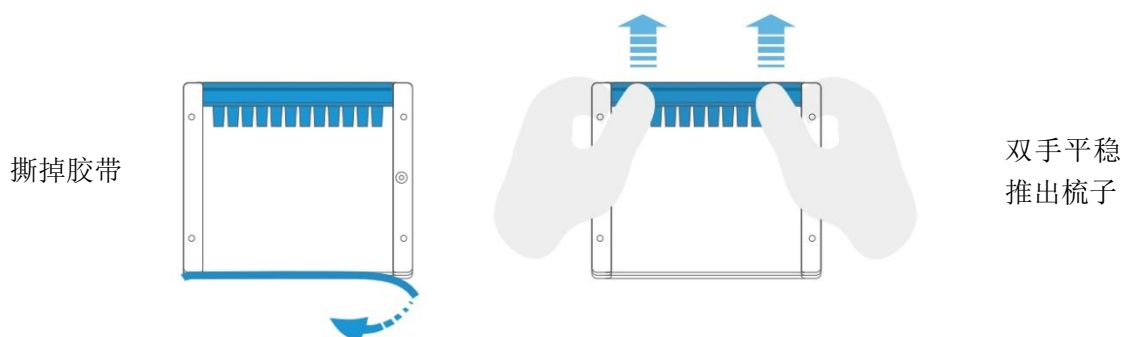

图 1. 预制胶的使用方法
3.1 从包装袋中取出 YoungPAGE™ 蛋白预制胶，撕掉胶板底部的胶带，双手平稳的推出梳子（如图 1）；